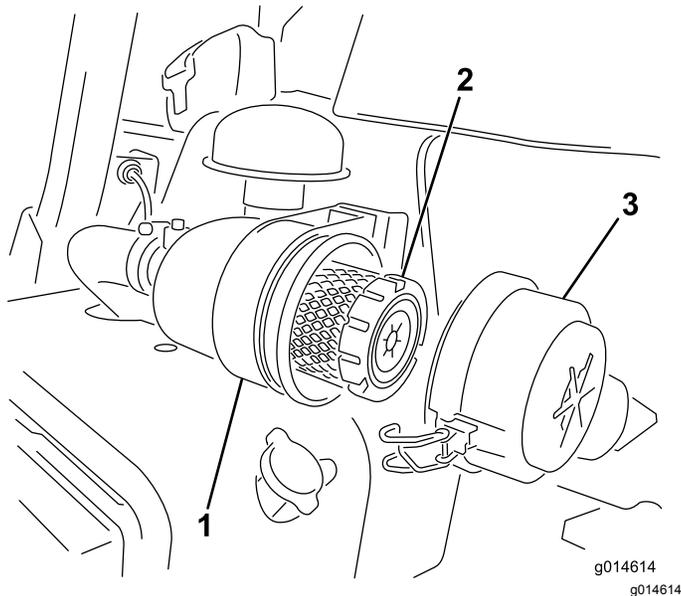

図 27
- エアクリーナのカバーをボディーに固定しているラッチを外す 図 27。
7. ラッチをしっかりと掛ける 図 27。